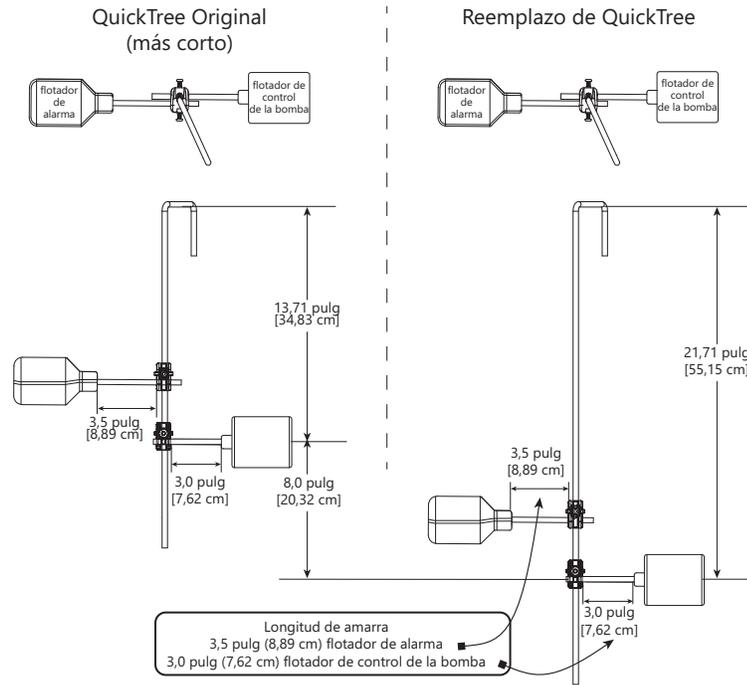
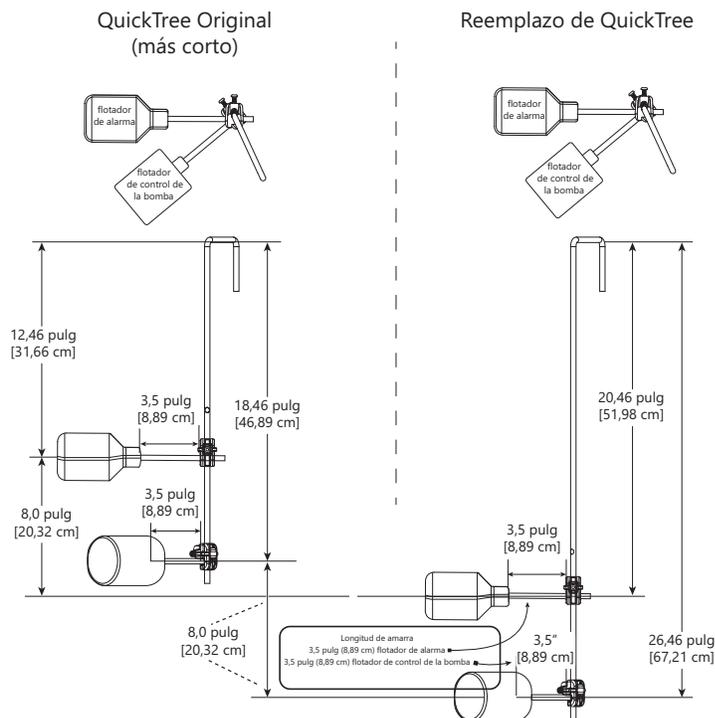

Figura 5.
Figura 6.
9. Vuelva a fijar los flotadores a la nueva varilla QuickTree más larga. Consulte la Figura 5 o la Figura 6 (según el sistema). **IMPORTANTE: Es fundamental que la longitud del anclaje siga siendo la misma después de la reinstalación. La longitud del anclaje es la distancia del cable desde la abrazadera hasta la parte superior de la esfera flotante.**